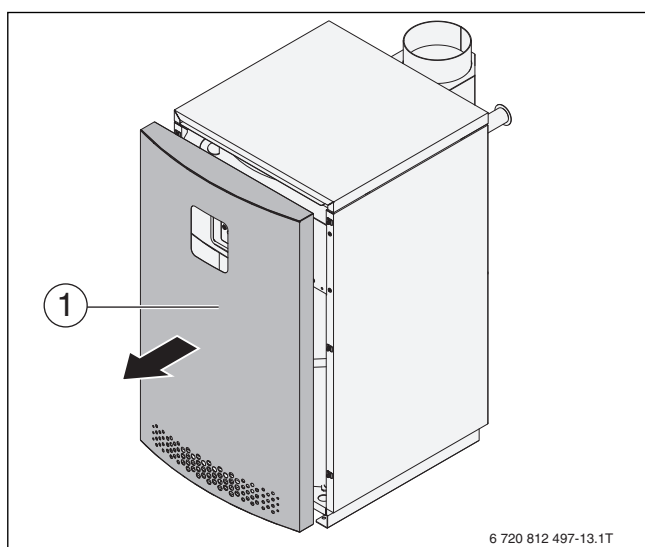

Рис. 12 Демонтаж передней стенки котла
- ▶ Потяните переднюю стенку вперёд и снимите её (→ Рис. 12).